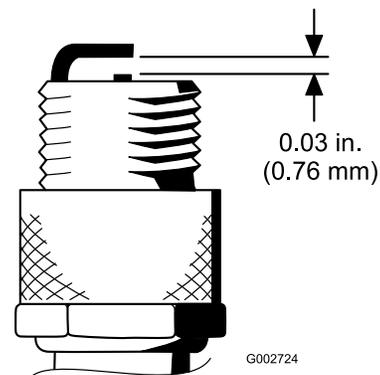

図 38
4. 図 38 のように、電極間のエアギャップを 0.76 mm に調整する。